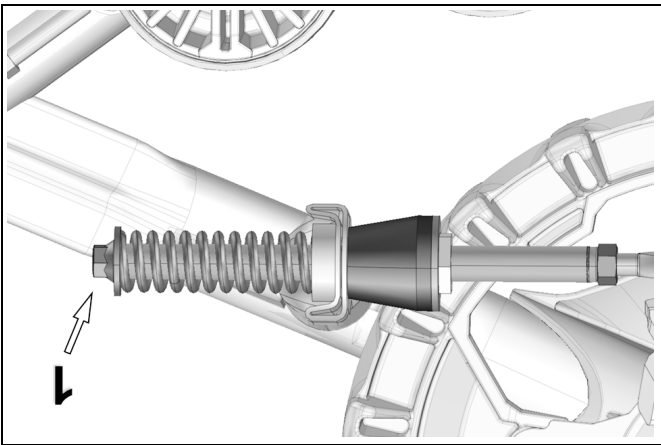

Figure 4
- Vérifier que le boulon du ressort (1) est serré au couple recommandé [40 N•m] et les composants du bras stabilisateur sont dans le bon ordre. See Figure 4.